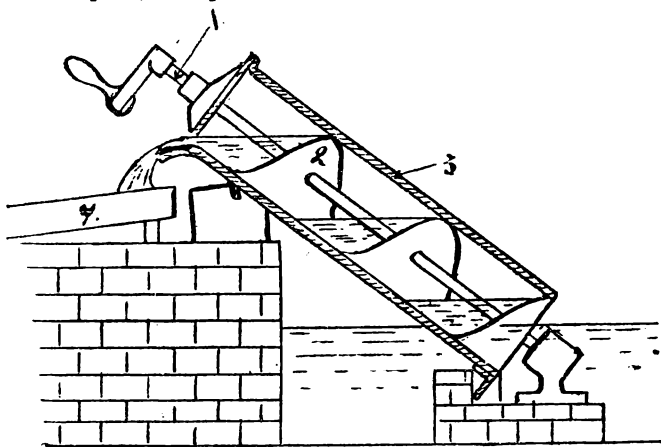

Рис. 1. Устройство винтового насоса Архимеда.
Винтовой насос Архимеда схематически изображен на рис. 1 в том виде, как он применялся в течение двух тысяч лет. Вал (1) имеет прикрепленные к нему винтовые лопасти (2)